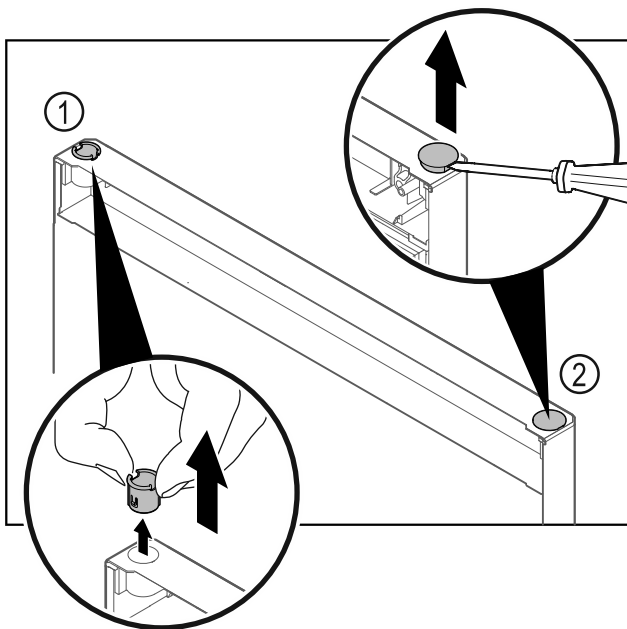

Fig. 29
- ▶ Húzza ki az ujjával a csuklópánt-perselyt Fig. 29 (1).
- ▶ A fedődugót Fig. 29 (2) egy lapos csavarhúzóval óvatosan emelje meg és húzza ki.